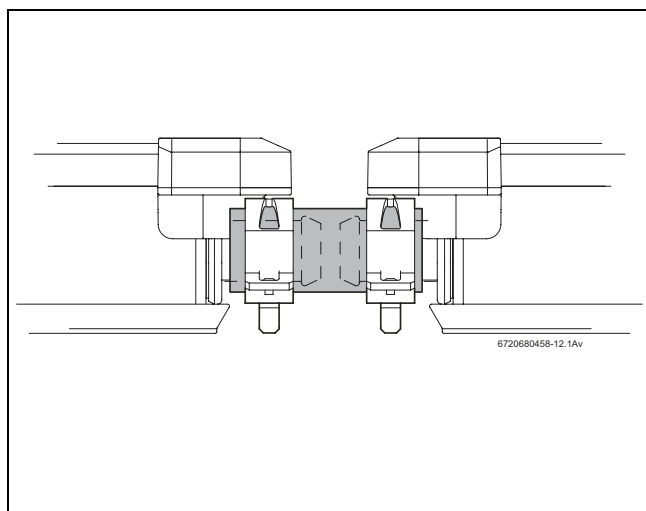

Fig. 51 Tuyau solaire avec bride du compensateur fixé
- Fixer les tuyaux solaires et bouchons borgnes sur le raccord de capteur à l'aide d'une bride du compensateur (→ fig. 51).